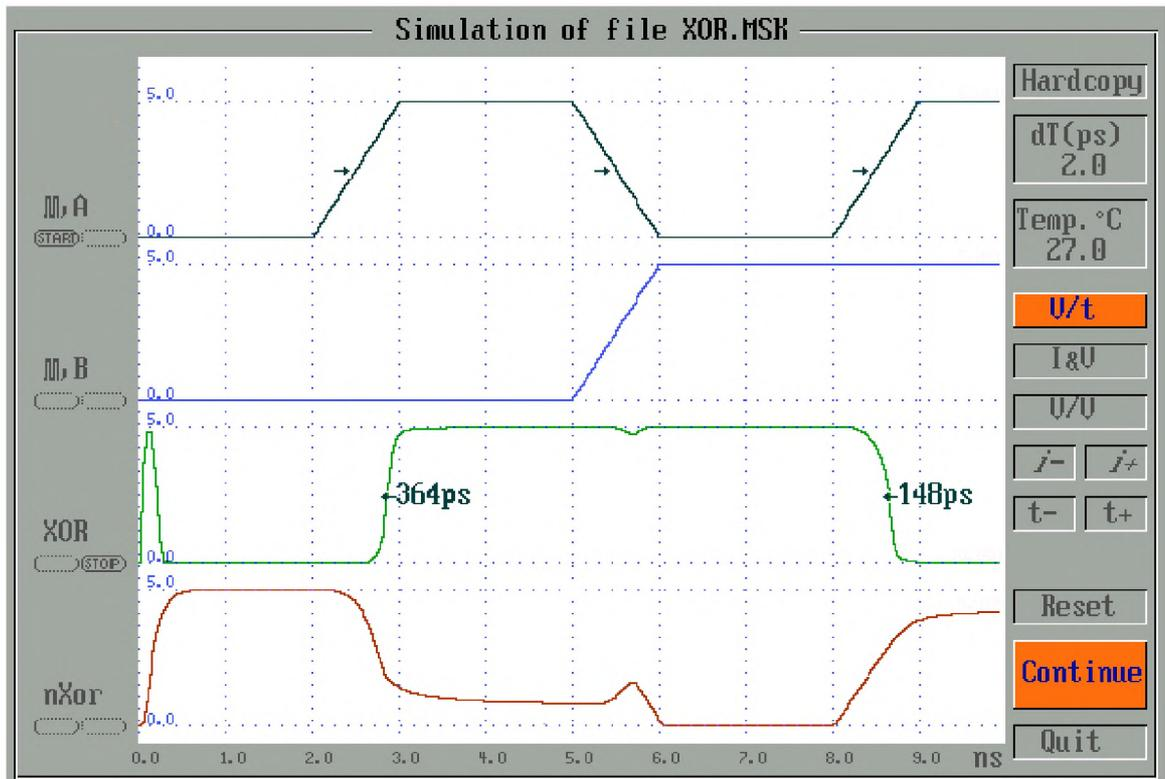

Рис. 48. Моделирование элемента XOR (файл XOR.MSK)
**Simulation (Моделирование).** Добавьте свойство сигналов на входы **A** и **B**, свойство **Visible** для выхода и проверьте таблицу истинности элемента XOR (рис. 48). Можно также добавить свойства **Visible** промежуточному узлу **N1**, который можно рассматривать в качестве входа второго инвертора. Просмотрите, как изменяется сигнал от **Vtn** (когда nМОП транзистор включен) и от **Vtp** (когда pМОП транзистор включен). Инвертор преобразует сигнал.